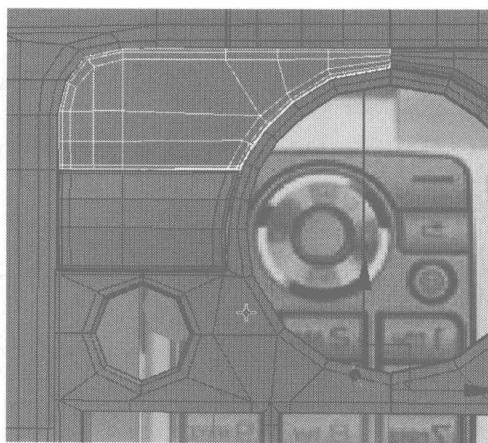

图 4.566
- 33** 显示隐藏的手机底座物体与圆柱体，根据圆柱体的大小调整导航键周围的节点，如图 4.566 所示。